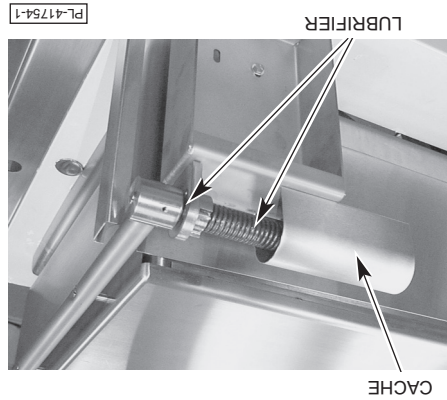

Fig. 7
2. Forcez l'ouverture de la cache et enlevez-la (fig. 7).